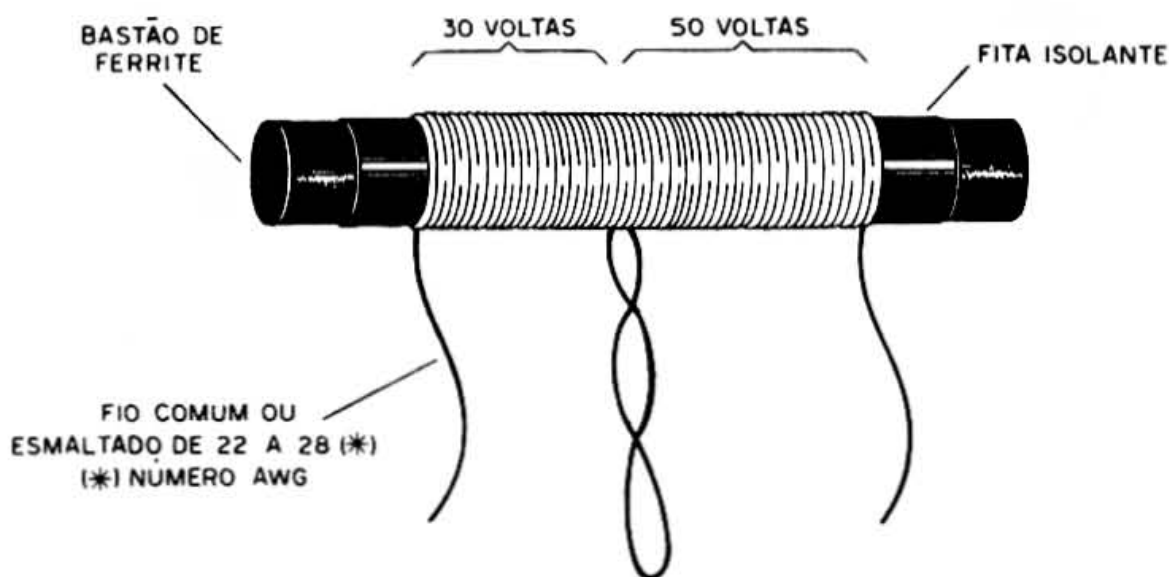

figura 6
a) Comece por enrolar a bobina de antena conforme mostra a figura 6. Esta bobina consiste em 80 vol-